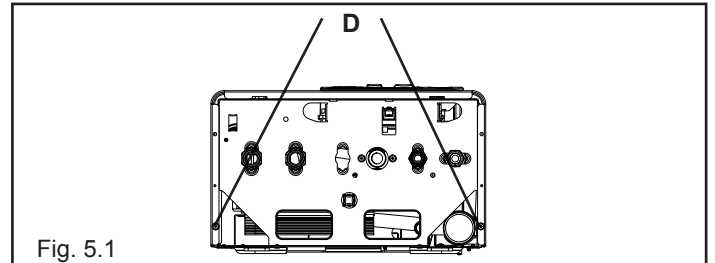

Fig. 5.1
- svitare le viti (D) di fissaggio del mantello (fig. 5.1)